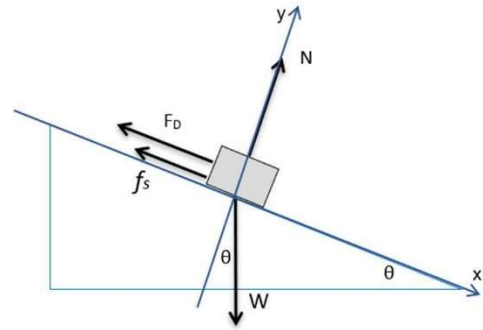

Figura 5.4 Diagrama de cuerpo libre.
2. Calcular la magnitud del peso W (ver figura 5.4) aplicando la ecuación $W = mg$, donde m es la masa en kilogramos.
3. Realizar una sumatoria de fuerzas en “y” aplicando la primera ley de Newton para determinar la magnitud de la fuerza normal N (ver figura 5.4) y colocar la respuesta en la tabla 5.1.
4. Realizar una sumatoria de fuerzas en “x” aplicando la primera ley de Newton para determinar la magnitud de la fuerza de fricción f_s (ver figura 5.4) y colocar la respuesta en la tabla 5.4.